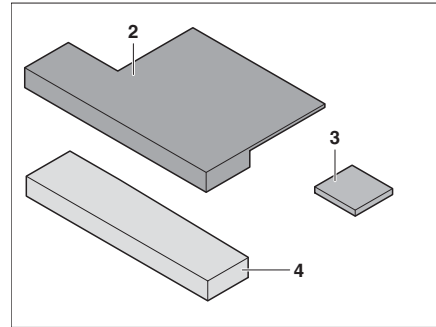

Fig. 166 Coussin supplémentaire
- Mettre en place la cale de siège (Fig. 166,3) au coussin supplémentaire (Fig. 166,2) (avec fermeture Velcro).